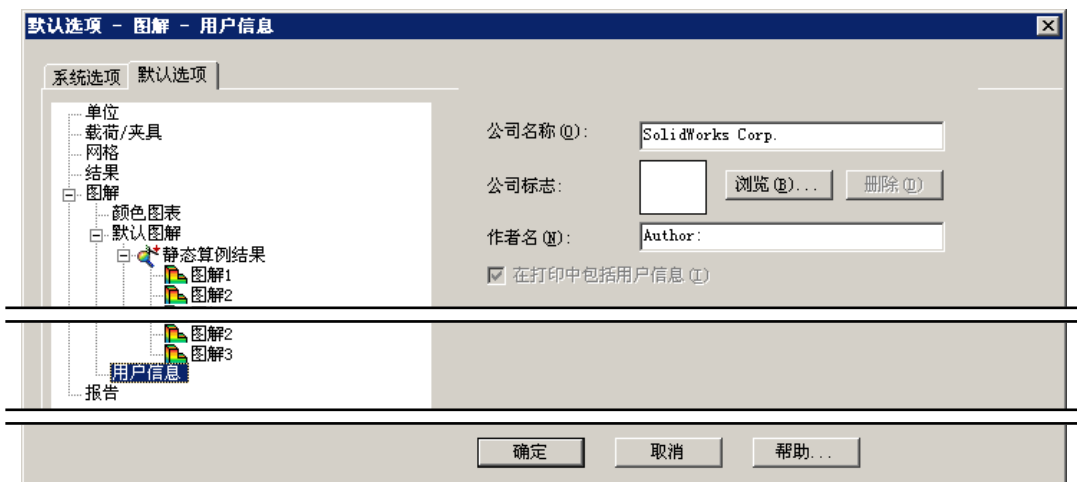

图 12.2.12 “默认选项-图解-用户信息”对话框
Step10. 在 **默认选项** 选项卡左侧列表中选择 **用户信息** 选项, “默认选项-图解-用户信息”对话框如图 12.2.12 所示。可以设置用户基本信息, 包括公司名称、公司标志以及作者名称。